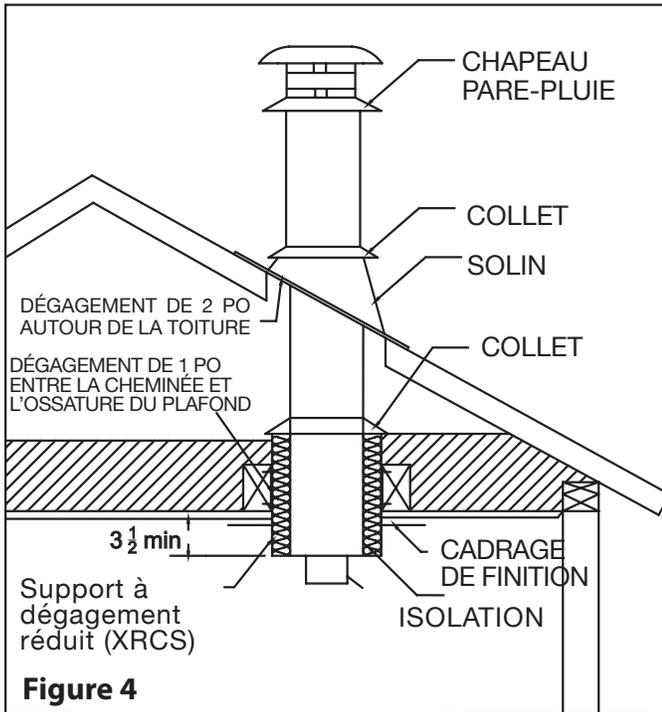

Figure 4
REMARQUE : Si vous utiliser le support à dégagement réduit (XRCS) au niveau du grenier, il n'est pas nécessaire d'utiliser un coupe radiation. Le support pour à dégagement réduit agit comme coupe radiation lorsqu'il est installé avec un isolant et un collet (fournis) (voir Figure 4).
Étape 6 : Placez le collet autour de la cheminée au-dessus du support. Veillez bien à ce qu'elle ferme complètement le dessus du support. (voir Figure 4).